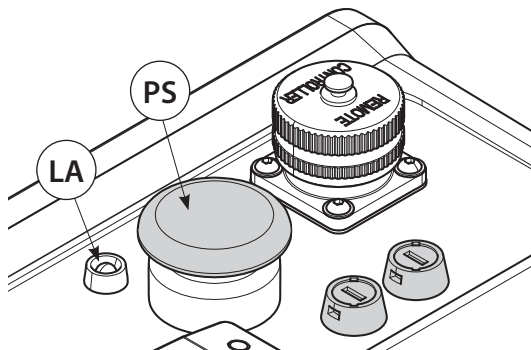

FIG. 3
- En caso de necesidad, apretar a fondo el botón mecánico de descarga (PS) Fig. 3 situado sobre la bomba al fin de obtener el retorno del aceite en el depósito independientemente del estado de la red eléctrica.
La bomba está equipada con un sistema de diagnóstico; el encendido del led amarillo (LA) Fig. 3 señala eventuales anomalías de funcionamiento **con consiguiente bloqueo de la bomba**.
- EL ENCENDIDO DEL LED AMARILLO señala la intervención de la protección térmica en el interior del motor eléctrico, debido normalmente a un empleo intensivo y prolongado de la bomba. Para restablecer el funcionamiento de la bomba, esperar el enfriamiento del motor por lo tanto apagarla y reencharla actuando sobre el interruptor general (IG).